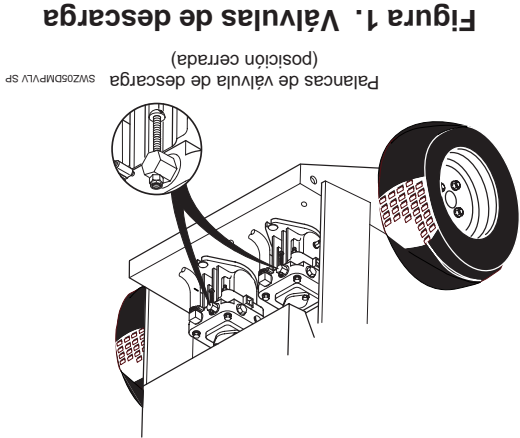

Figura 1. Válvulas de descarga
- 11. Para "rodar libremente" o mover la máquina con el motor apagado, gire las palancas de la válvula de descarga ubicadas en la parte posterior de las bombas a las posiciones de "rodar libremente" (vea la Figura 1). Para operar la máquina, las palancas de la válvula de descarga deben regresar a las posiciones de cerrado.